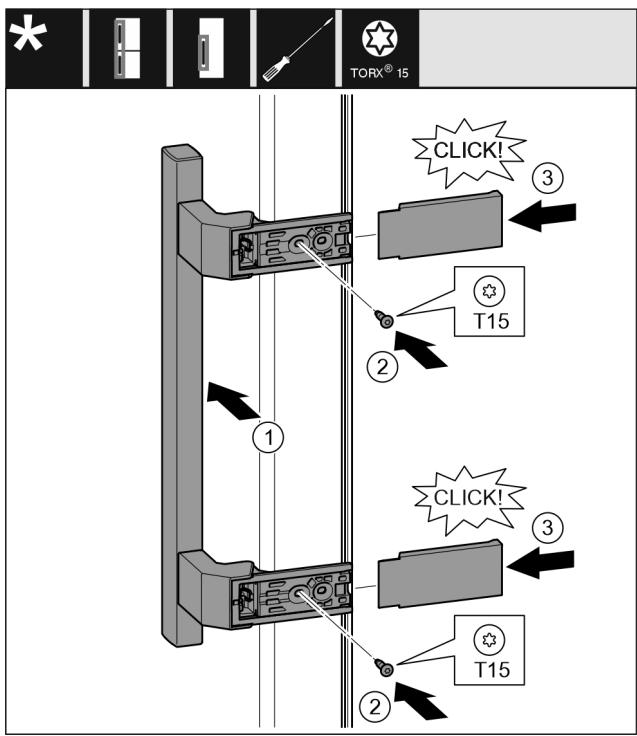

Fig. 20
- ▶ Postavite ručku na suprotnu stranu. Fig. 20 (1)
- ▶ Pritegnite vijke odvijačem T15. Fig. 20 (2)
- ▶ Postavite pokrove bočno i nataknite ih. Fig. 20 (3)